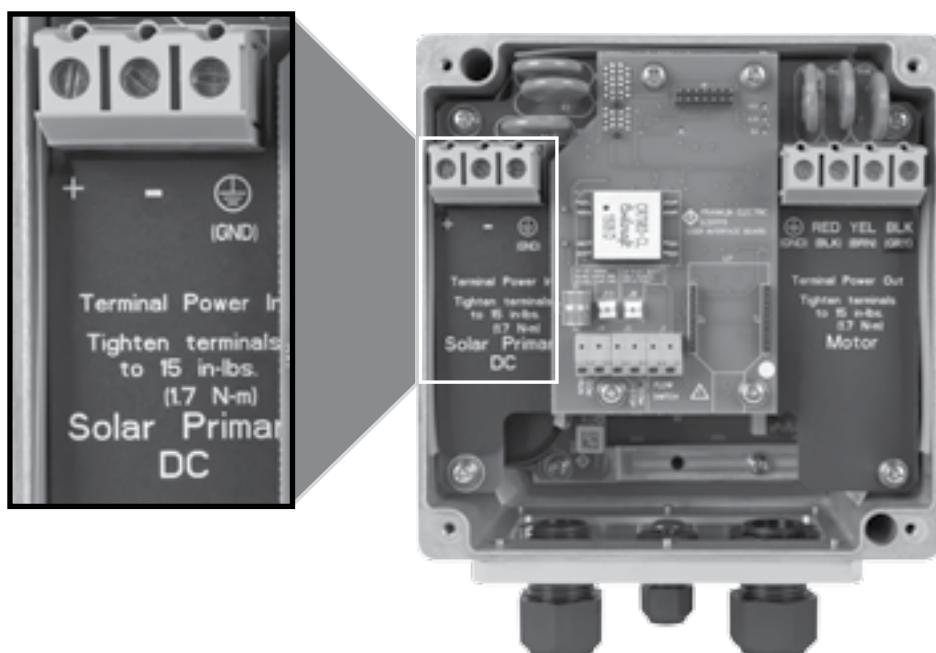

Figura 4: Conexión de cableado de CC
3. Conecte los cables desde la desconexión de la CC externa al bloque terminal etiquetado “Solar Primary DC” y marcado con +, - y GND. (Figura 4) (Especificación de par de torsión: 15 libras-pulg/1,7 N·m). (Utilice únicamente conductores de cobre. Nominal de 75 ° C como mínimo).